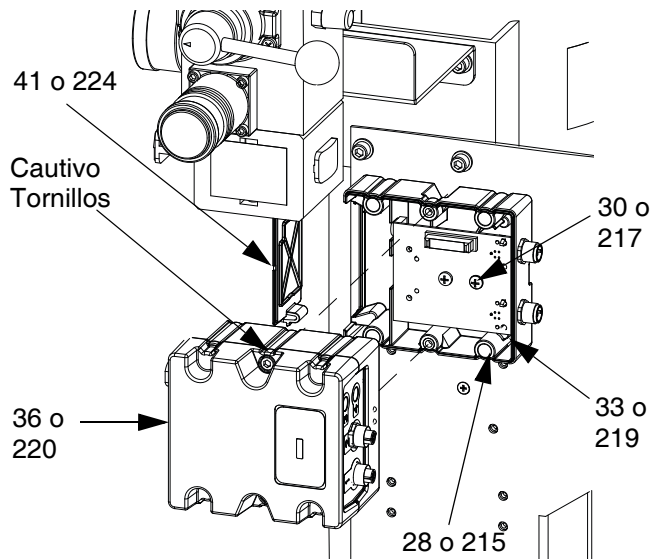

FIG. 55: Retiro del FCM
4. Retire los tornillos (28 o 215) y el tornillo de conexión a tierra (30 o 217) de la base (33 o 219). Vea la FIG. 55.
7. Ajuste el conmutador selector en "A" para el elevador A o en "B" para el elevador B. Vea la FIG. 55.